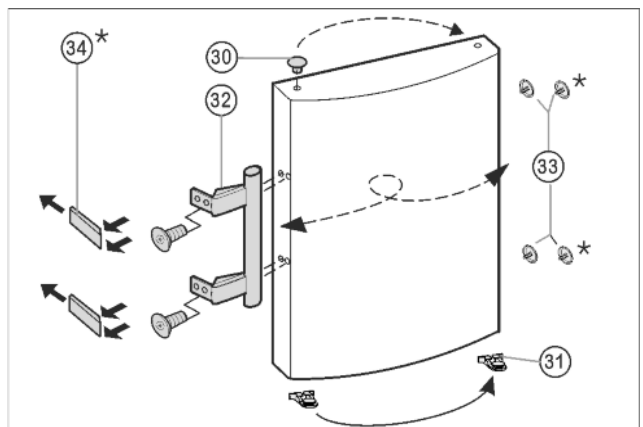

Fig. 8
- Извадете тапата Fig. 8 (33) от лагерната втулка на вратата и я преместете.
- ▶ Демонтирайте дръжката на вратата Fig. 8 (32), тапите Fig. 8 (33) и притискателните плочи\* Fig. 8 (34) и ги монтирайте на другата страна.